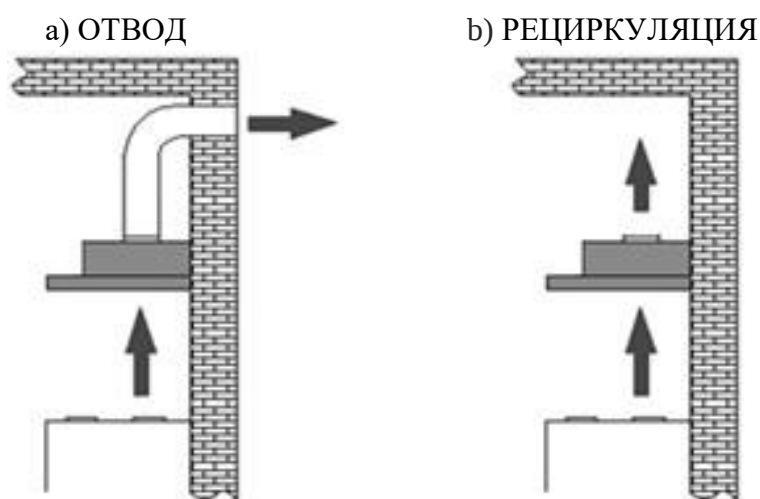

Рис. 5
1)Отвода (рис. 5а) – воздух удаляется из помещения через соединение вытяжки с вентиляционным каналом жестким пластиковым воздуховодом или гофрированным шлангом диаметром 120 мм. И, таким образом, все кухонные испарения, запахи, гарь и копоть, проходя через многоразовые алюминиевые жироулавливающие фильтры, выводятся за пределы помещения. При данном режиме работы нет необходимости устанавливать угольные фильтры. Режим отвода является наиболее эффективным, поскольку вытяжка удаляет все кухонные испарения за пределы кухни в вентиляционную шахту.
2)Рециркуляции (рис. 5б) – внутренняя циркуляция воздуха через угольные фильтры (рис. 6). Вытяжка в данном случае не подключается к вентиляционной шахте и, таким образом, воздух просто прогоняется через вытяжку внутри кухни.